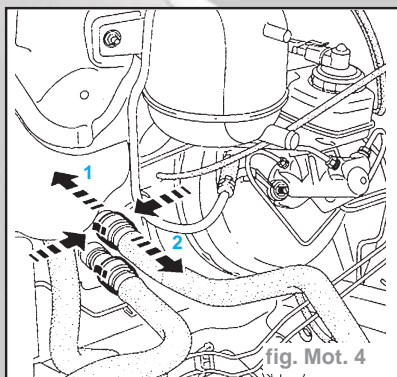

fig. Mot. 4
- les durits de chauffage (il existe deux types de montages à débrancher suivant les schémas ci-après) (fig. Mot. 4 ou 5) :